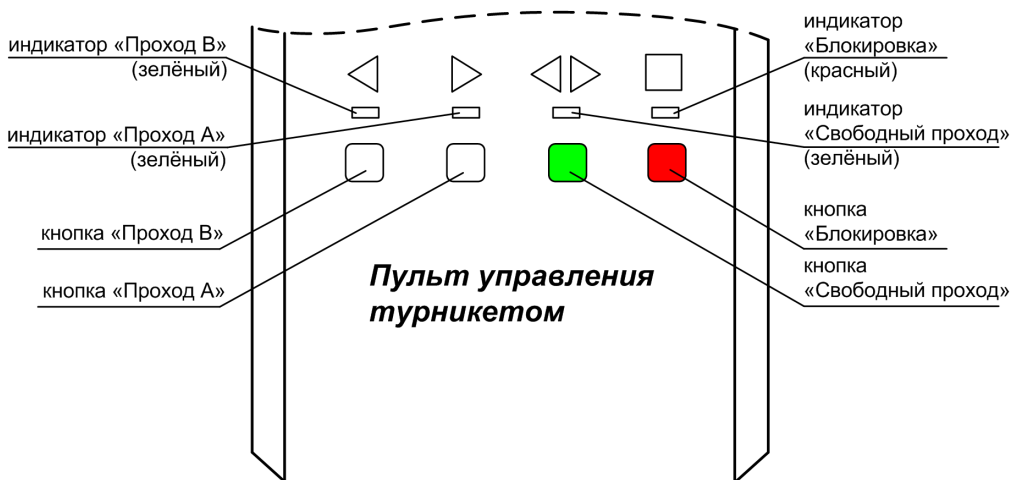

Рис.2 Пульт управления турникетом
Пульт управления турникетом (рис.2) предназначен для ручного дистанционного управления турникетом. Имеет четыре кнопки для включения (отключения) следующих режимов турникета (в порядке приоритета):
- в режиме «Ожидания» нажмите на пульте кнопку «▶» («Проход А») (рис.2). Засветится зелёным соответствующий индикатор состояния турникета – разрешен однократный проход, проверните планки. После проворота соответствующий индикатор состояния турникета засветится красным – турникет снова в режиме «Ожидания»;